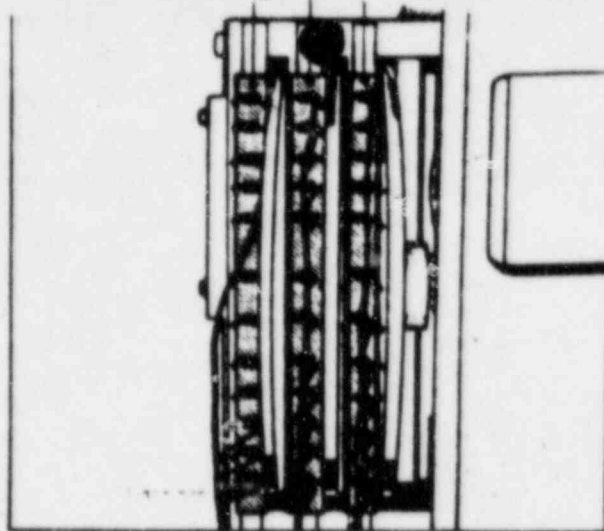

Fig. 9
1.4 Schleifringe (Fig. 9)
1.4 Slip rings (Fig. 9)
Es wird empfohlen nach jeweils ca. 5 Jahren Betriebszeit die Kontakteisen (1 Fig. 9) komplett auszu-tauschen.
It is advisable to replace the contact strips (1/ Fig. 9) completely after about 5 years operating time.